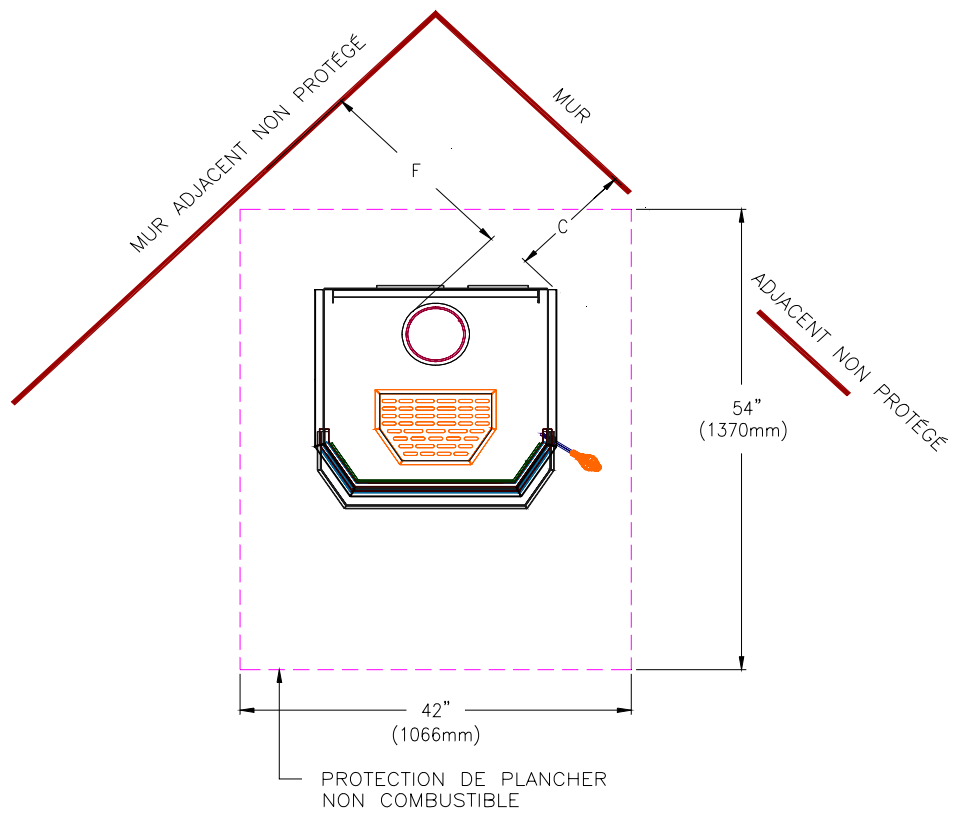

Figure 1.1 – Dégagements des matériaux combustibles
Lorsqu'on mesure leur distance directement depuis le devant et le dessus du poêle, les matériaux combustibles doivent s'en trouver à au moins 48" (1219 mm). De plus, le poêle doit être placé de façon à maintenir les dégagements minimums pour les murs combustibles spécifiés en fonction du type de conduit utilisé. (Voir le Tableau 1.1 et la Figure 1.1).
2. Marquez la position de la protection de plancher‡ (si requise) tel qu'indiqué à la Figure 1.1.
Si le poêle doit être installé sur un plancher combustible, ce dernier doit être protégé par un matériau non combustible placé sous le poêle proprement dit et faisant saillie à l'avant, à l'arrière et sur les côtés tel qu'indiqué à la Figure 1.1, ou jusqu'au matériel combustible le plus proche autorisé. Si l'installation comprend un conduit horizontal, la protection de plancher doit également se trouver en dessous de ce dernier et dépasser de 2" (51 mm) de chaque côté.